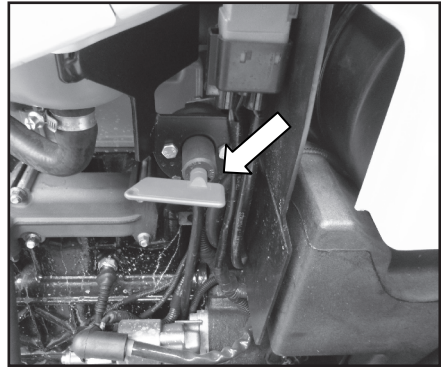

Abb. 5.13
- Schalter in Stellung "ON": Elektrische Anlage wird gespeist (Abb. 5.13);